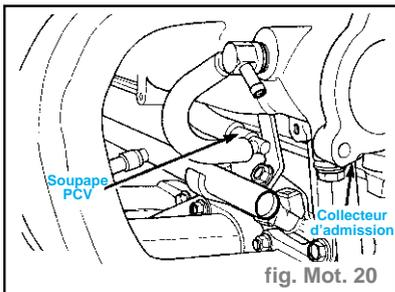

fig. Mot. 20
- Vérifier l'état des connexions du système **PCV**. (fig. Mot. 20)